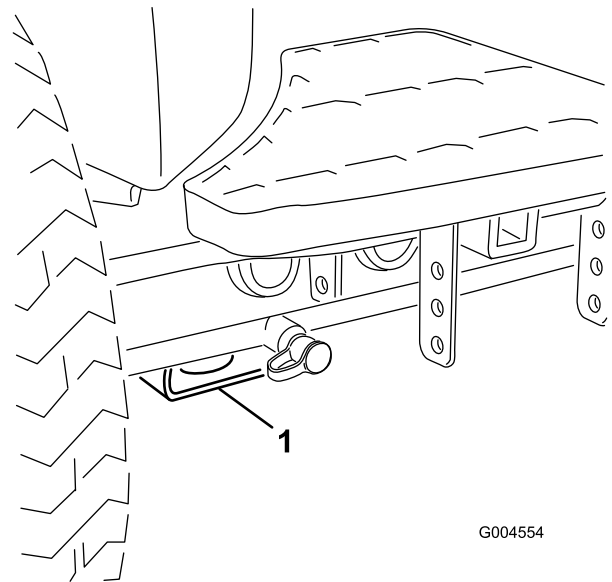

Figura 40
- Dianteira – pastilha rectangular, por baixo do tubo do eixo, dentro de cada pneu dianteiro (Figura 40).